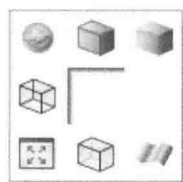

图 1-21
6) 在工作区的空白处，长按 MB3，出现如图 1-21 所示的图标组合，然后鼠标向不同图标方向滑动会出现不同的显示效果。